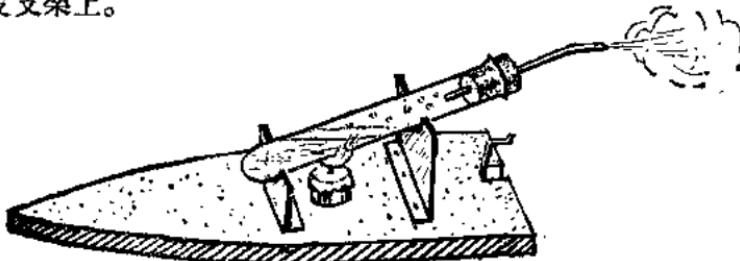

图 4
4. 如图4所示，使喷口处于水平位置，把试管搁牢在铁皮支架上。